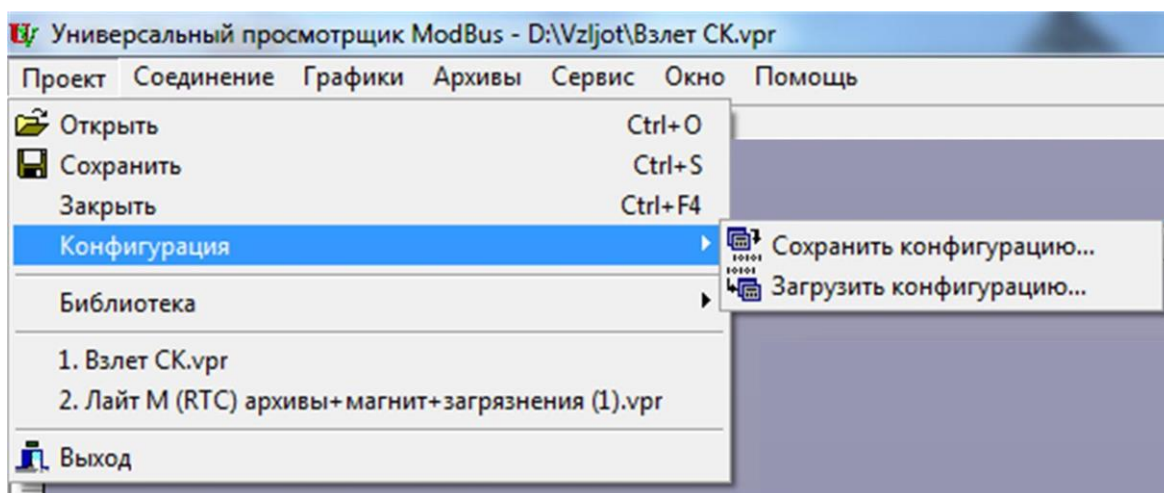
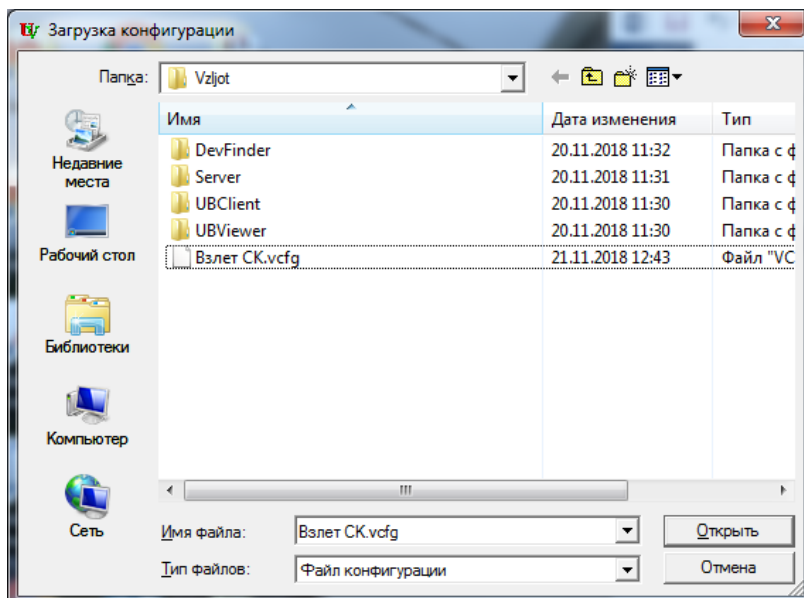

Рис.21. Окно «Универсальный просмотрщик»
Рис.24. Окно «Загрузка конфигурации»
- в программе «Универсальный просмотрщик» выбрать пункт «Проект» / «Конфигурация» / «Сохранить конфигурацию» (рис.21):
- в программе «Универсальный просмотрщик» (рис.21) выбрать пункт «Проект» / «Конфигурация» / «Загрузить конфигурацию» и выбрать файл конфигурации для загрузки (рис.24):